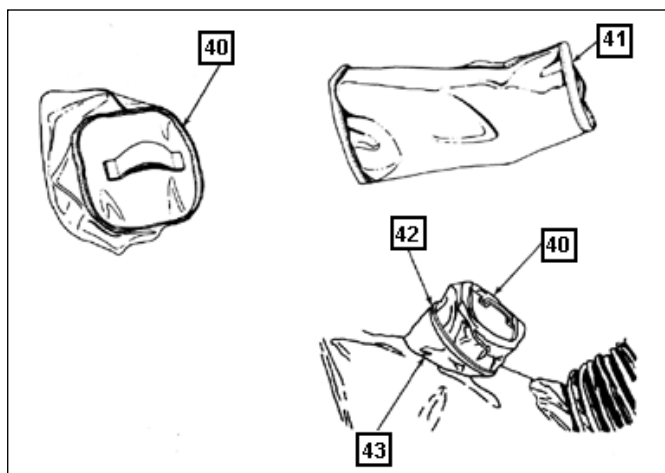

Fig 8-19. Vedação do orifício da luneta
(8) Separar as coifas da luneta(40) e da Mtr Coax(41) que fazem parte do equipamento do CC. Colocar a coifa da luneta sobre a abertura(42), tendo o cuidado de cobrir a capa do escudo do Can(43).(Fig 8-19)